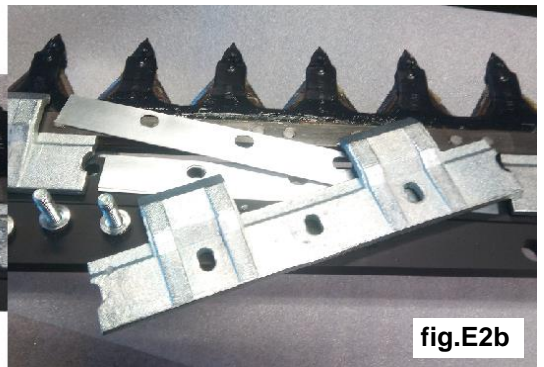

fig.E2b
- rimuovere uno o più spessori (**fig.E2b**);
- remove one or more shims (**fig.E2b**);